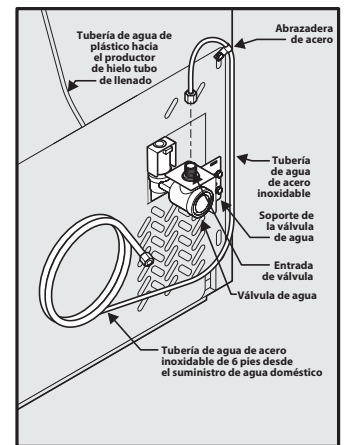

Figura 2
5. **Si usa tuberías de acero inoxidable:** la tuerca y la férula ya están armadas en la tubería. Deslice la tuerca de compresión hacia dentro de la entrada de la válvula y apriete manualmente la tuerca de compresión sobre la válvula. Apriete otra media vuelta con una llave; NO apriete en exceso. Consulte la Figura 2.